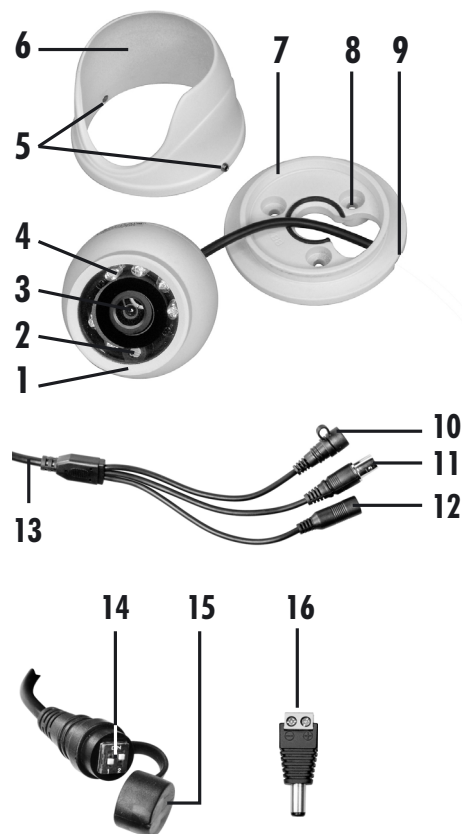

Abb. 1
- Führen Sie das Kamerakabel [13] durch die Montageplatte (s. Abb. 1).